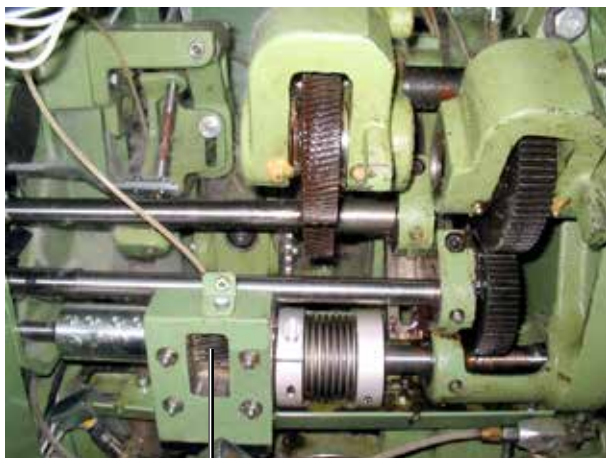

Fig. 1
Além disso, são reforçados, no âmbito da modernização, o assento e as rodas de accionamento do eixo de accionamento (1) para o cilindro inferior da saída do lado esquerdo e direito da cabeceira de engrenagens (p.ex. Fig. 1, Rieter).